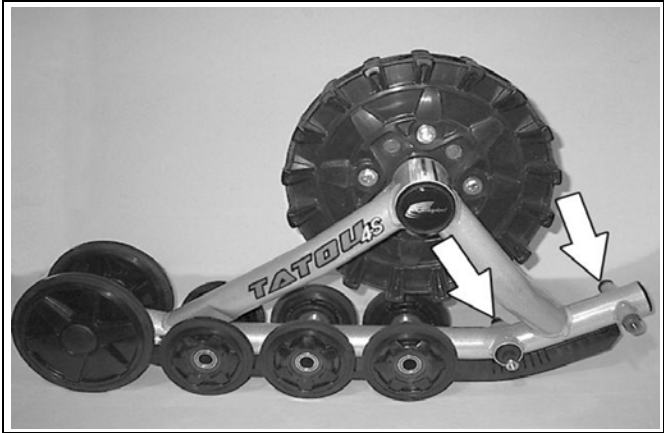

Abbildung 23
- Nehmen Sie die beiden 202-mm Laufräder, die am gegenüberliegenden Ende vom Kettenspanner angebracht sind, ab (siehe Abbildung 23).